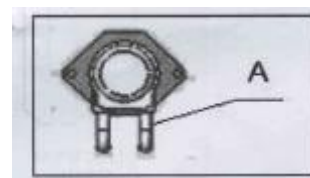

Рисунок 14
5. Если система насоса для ароматического масла не используется в течение длительного времени, может происходить утечка на головку двигателя. См. рис. 14-А, где показано, как удаляется труба для подачи масла для устранения протечки.